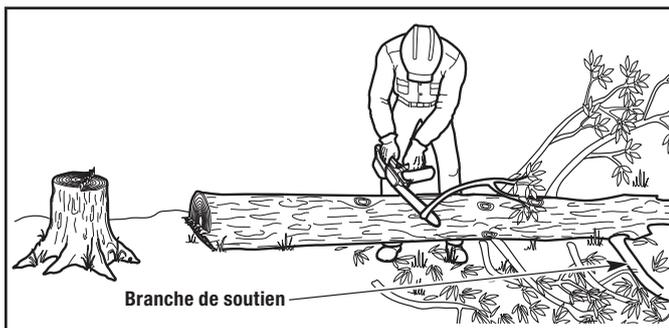

Figure 15
1. Laissez de grosses branches de soutien sous l'arbre (Fig. 15). Elles permettront de soutenir le tronc pendant l'élagage.
2. Coupez les branches une à une. Tenez-vous du côté opposé de l'arbre par rapport à la branche élaguée (Fig. 15). Gardez le tronc entre l'opérateur et la scie à chaîne. Évitez de courber la scie. Les branches sous tension devraient être coupées de bas en haut.